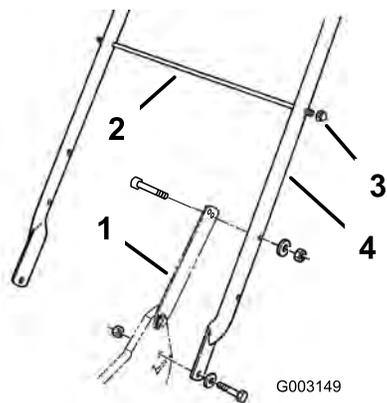

Figure 3
1. Montez le guidon à l'extérieur du carter de tondeuse (en vous servant du trou inférieur) avec 2 boulons (5/16 x 1-1/4 pouces), rondelles et contre-écrous minces (5/16 pouce) (Figure 3).
2. Fixez les pattes de verrouillage au guidon avec 2 boulons (5/16 x 1-1/2 pouces), rondelles et contre-écrous (5/16 pouce) (Figure 3).
3. Insérez la tige de support du bac à herbe dans le deuxième trou en partant du haut du guidon, et serrez un contre-écrou borgne à chaque extrémité (Figure 3).